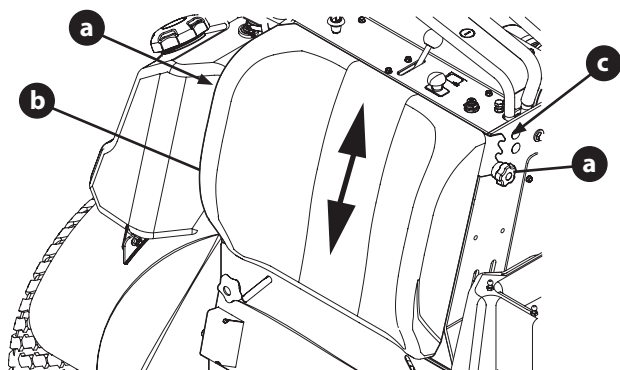

Fig. 6
1. Desserrez les deux boutons en étoile (a) qui fixent le repose-jambes (b) à la tondeuse (Fig. 6 à la page 80).
3. Repositionnez le repose-jambes dans l'une des trois positions de hauteur (c) (Fig. 6 à la page 80).